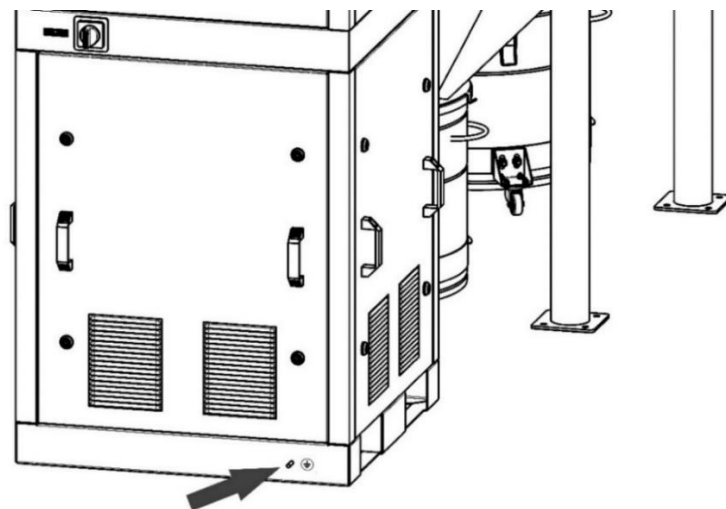

Рисунок 19
5.5.3 Заземлить установку, для этого подсоединить заземляющее устройство производственного помещения к болту М8, установленному на боковой стенке основания (рисунок 19). Контролировать сопротивление заземляющего устройства.